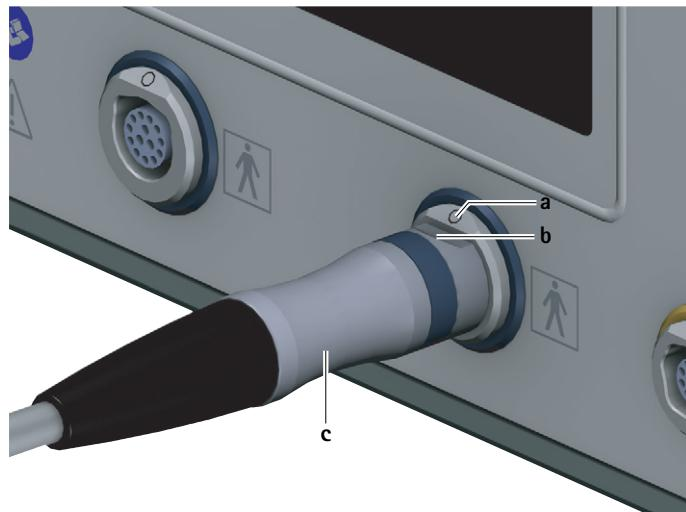

Fig. 3 Raccordement du câble de moteur
- Orienter le connecteur pour unité de commande **c** du câble de moteur de telle sorte que le repère **b** sur le connecteur coïncide avec le repère **a** sur la prise de raccordement pour partie appliquée 7, voir Fig. 3.
- ▶ Tirer le câble de moteur sur le connecteur pour unité de commande **c** hors de la prise de raccordement pour partie appliquée **7**, voir Fig. 3.